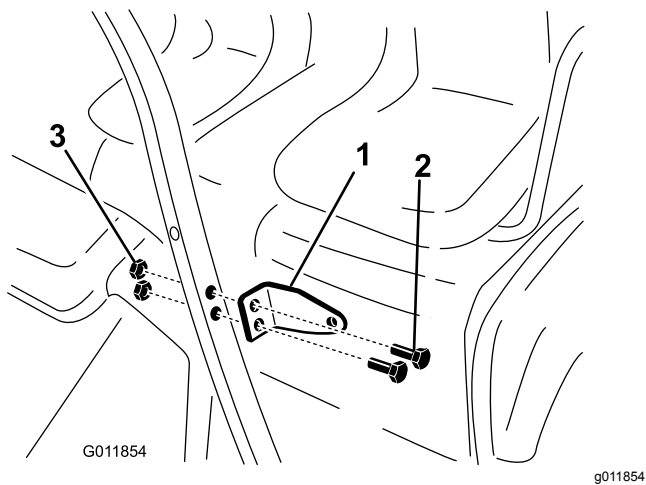

図 12
6. ミラーマウントをチューブに固定するボルト5/16" x 1½" 2本とフランジナット5/16"で図 12のように取り付ける。